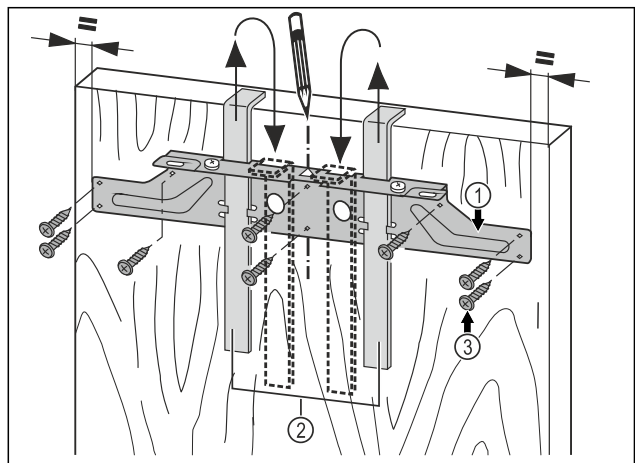

Fig. 45
- ▶ Zaczepić poziomą listwę mocującą Fig. 45 (1) z pomocami montażowymi Fig. 45 (2) po wewnętrznej stronie drzwi mebla.
- ▶ Poziomą listwę mocującą Fig. 45 (1) wyrównać do środka na drzwiach.
- ▶ Przykręcić poziomą listwę mocującą Fig. 45 (1) co najmniej 6 śrubami Fig. 45 (3).
- ▶ Przykręcić poziomą listwę mocującą Fig. 45 (1) 4 śrubami Fig. 45 (3) na brzegu.
- ▶ Wyciągnąć pomoce montażowe Fig. 45 (2) do góry i wsunąć po obróceniu w znajdujące się obok otwory.